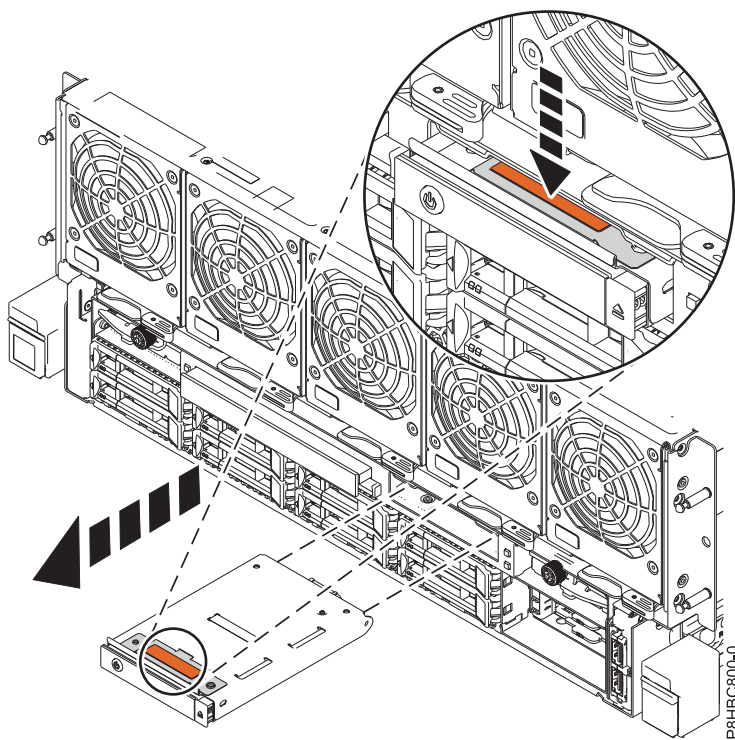

図 1. コントロール・パネルの取り外し
2. 赤褐色のタブを押してから、コントロール・パネルをスロットからまっすぐにスライドさせて出します。、3 ページの図 1 に示すとおり。